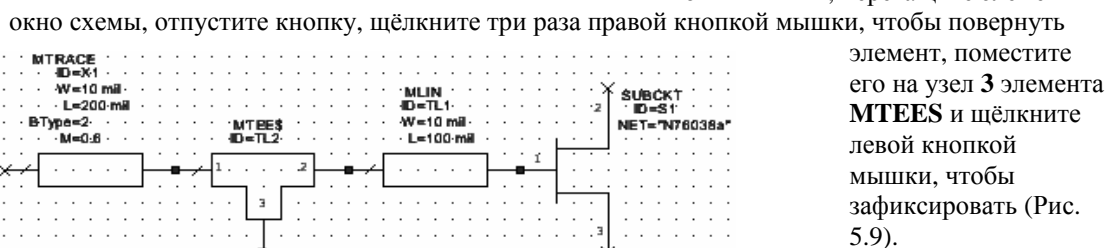

Рис. 5.9
окно схемы, отпустите кнопку, щёлкните три раза правой кнопкой мышки, чтобы повернуть элемент, поместите его на узел **3** элемента **MTEES** и щёлкните левой кнопкой мышки, чтобы зафиксировать (Рис. 5.9).
8. Отредактируйте параметры **MTRACE**, как показано на рис. 5.9. Нажмите **OK**.
9. Повторите шаг 9 для **MLIN** и **MLEF** и отредактируйте их параметры, как показано на рис. 5.9.